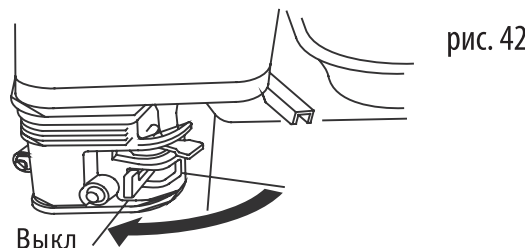

рис. 42
4. Установите топливный кран в положение «ВЫКЛ» (рис. 42).